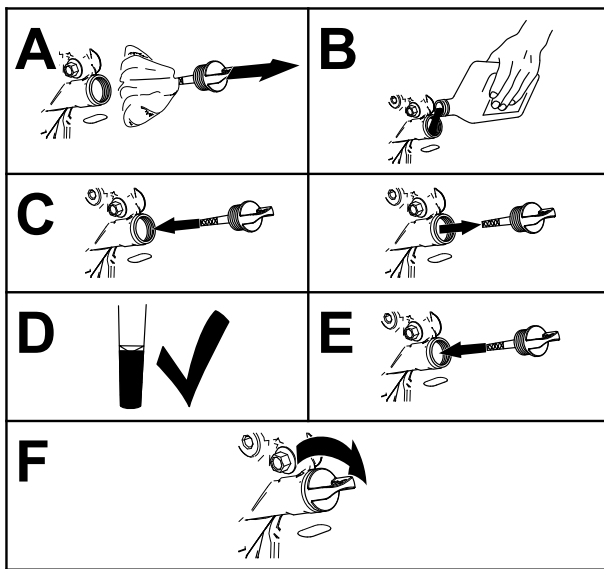

Figure 37
4. Versez lentement environ 80 % de l'huile spécifiée dans le tube de remplissage, puis faites l'appoint lentement pour faire monter le niveau jusqu'au repère maximum (Full) (Figure 37).